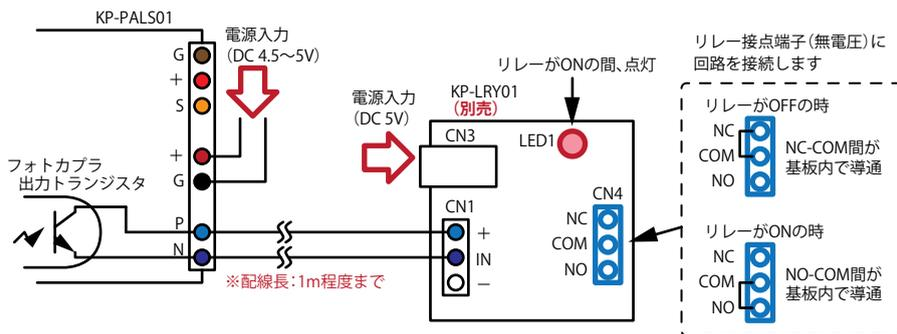

図 7 検出端子への接続例 (汎用リレーボード)
- ・本機の検出端子に別売「汎用リレーボード」(型番：KP-LRY01) を接続することで、より消費電流の大きい負荷を接続することができます。接続例を図7に示します。